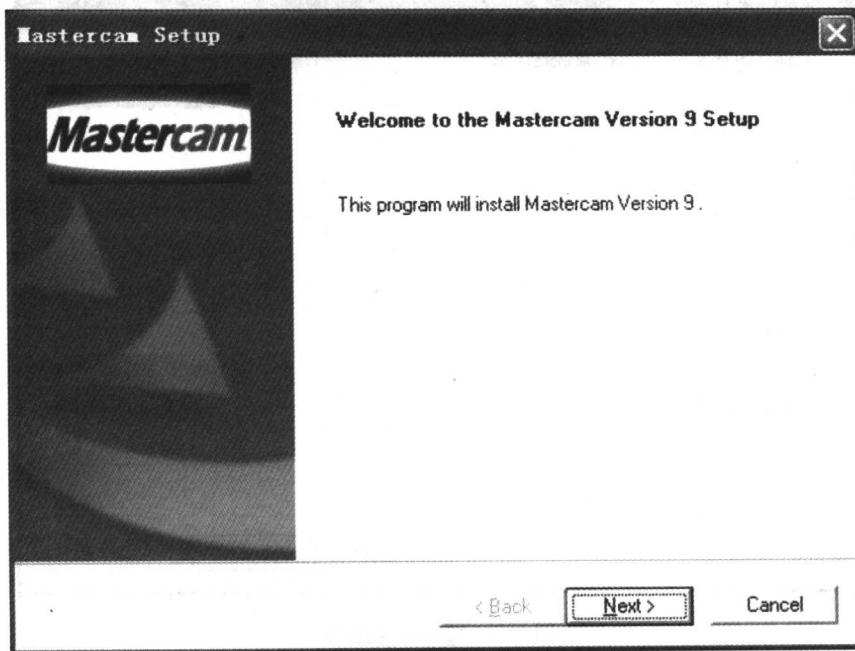

图 1.2 安装
2. 系统读取信息后, 系统弹出如图 1.2 所示, 安装界面, 点击 Next。